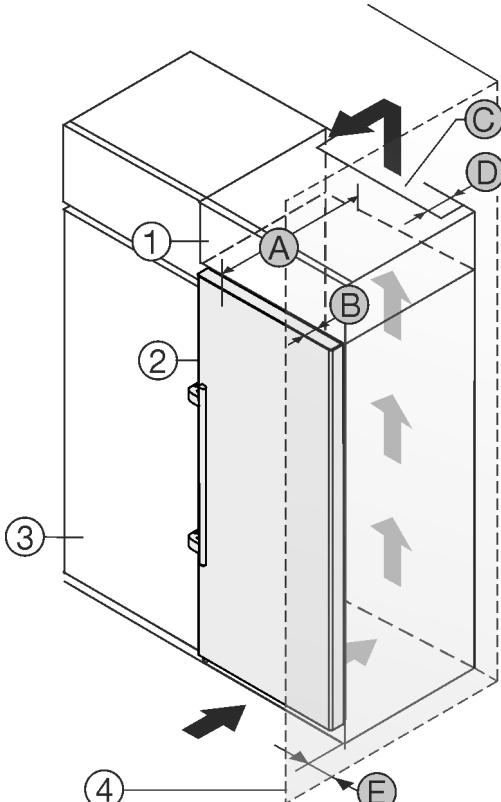

Fig. 2
Můžete přístroj nainstalovat přímo vedle kuchyňské skříny Fig. 2 (3).*
Na zadní straně nástavné skříny musí být větrací šachta hluboká Fig. 2 (D) přes celou šířku nástavné skříny.*
Pod stropem místnosti musí být dodržen ventilační průřez Fig. 2 (C).*
Když přístroj instalujete závesy vedle stěny Fig. 2 (4), musí být vzdálenost mezi přístrojem a stěnou minimálně 57 mm. To odpovídá přesahu madla při otevřených dveřích.*
Aby bylo možné dvířka plně otevřít, musí přístroj přesahovat o hloubku dvírek Fig. 2 (B) vůči přední linii kuchyňské skříny. V závislosti na hloubce kuchyňských skříněk Fig. 2 (3) a použití vymezovačů odstupu od stěny může přístroj vyčnívat dále.*